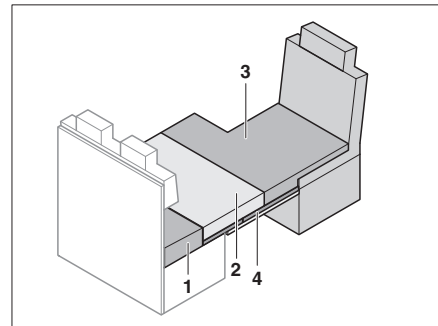

Bild 197 Nach dem Umbau
- Zusatzpolster (Bild 197,3) auf den Fahrersitz legen.
- Sitzpolster (Bild 197,2) auf die Notbettunterlage legen.